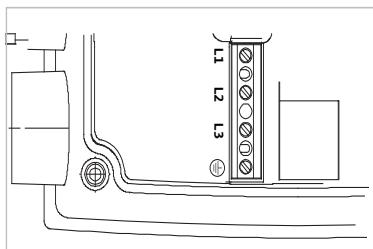

Fig. 24: Effektklemmer (netttilslutningsklemmer)
- Effektklemmer (netttilslutningsklemmer) (fig. 24)